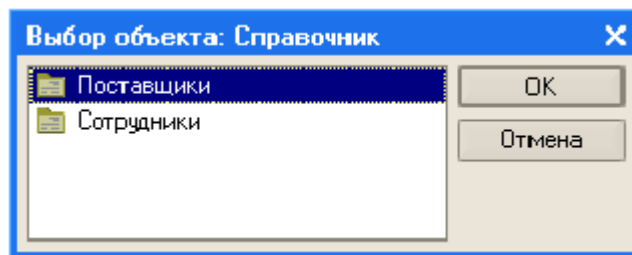

Рис. 26
- в открывшемся окне программы откройте справочник *Сотрудники* (рис. 26);